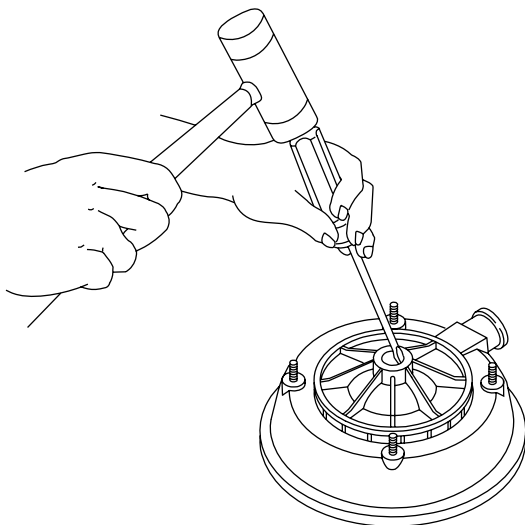

Figura 23 – Golpetear y sacar el sello
4. Coloque la mitad del cuerpo de la bomba boca abajo sobre una superficie plana y golpetee para sacar la mitad estacionaria del sello (consulte la Figura 23).